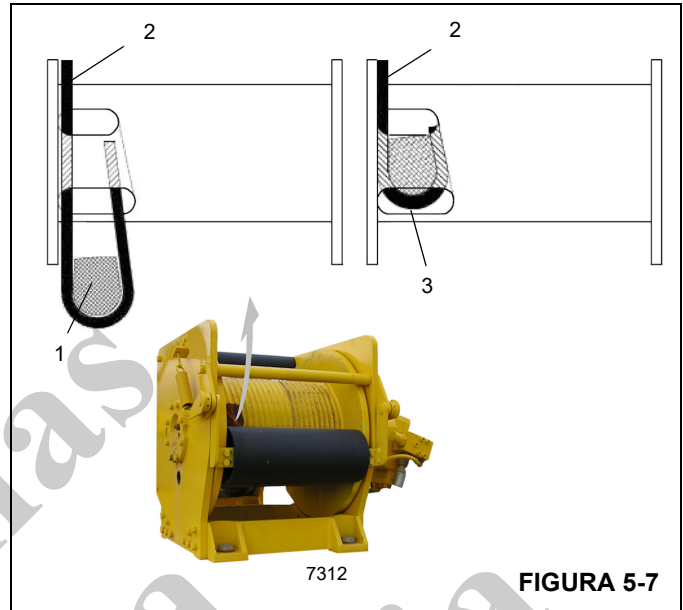

FIGURA 5-7
3. Insira o cabo através da fenda e posicione-o em volta da cunha de fixação (1, Figura 5-7).